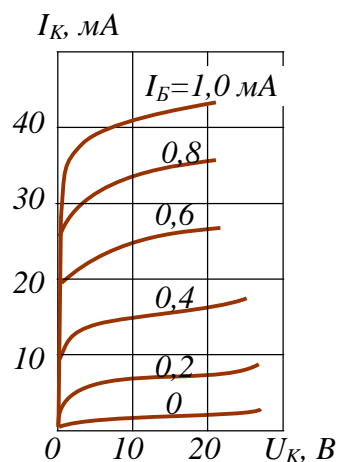

Рис. 10.4
**10.21.** Для транзистора КТ312А потужність, що розсіюється на колекторі, дорівнює 225 мВт. Використовуючи сімейство вихідних характеристик транзистора КТ312А у схемі із загальним емітером (рис. 10.4), визначити робочу ділянку, враховуючи, що найбільша допустима напруга на колекторі 20 В.
**10.24.** Використовуючи сімейство вихідних характеристик транзистора КТ312А у схемі із загальним емітером (рис. 10.4), встановити значення струму колектора при напрузі на колекторі 15 В для значень струму бази 0,2; 0,4; 0,6; 0,8 мА. Побудувати графік залежності  $I_K = f(I_B)$ .
**10.25.** За сімейством вихідних характеристик транзистора КТ312А у схемі із загальним емітером (рис. 10.4) встановити значення коефі-
**10.29.** За сімейством вихідних характеристик транзистора КТ312А у схемі із загальним емітером (рис. 10.4) визначити вихідний опір транзистора при напрузі на колекторі 10 В і струмах бази 0,2; 0,4; 0,6; 0,8 мА. Побудувати графік залежності  $R_{вих} = f(I_B)$ .
**10.30.** За сімейством вихідних характеристик транзистора КТ312А у схемі із загальним емітером (рис. 10.4) визначити напругу на колекторі, при якій проходить струм колектора 31,5 мА, а струм бази 0,8 мА. Оцініть потужність, що розсіюється колектором в даному режимі.